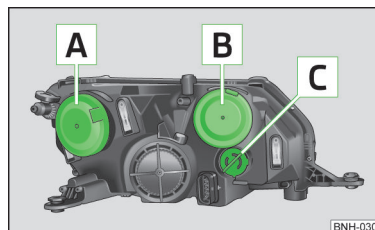

Fig. 149
Disponerea becurilor cu incandescentă » fig. 149
- Scoateți capacul de protecție **A** » fig. 149 la pagina 169.
► Așezați capacul de protecție **A** » fig. 149 la pagina 169.
- Scoateți capacul de protecție **B** » fig. 149 la pagina 169.
- Așezați capacul de protecție **B** » fig. 149 la pagina 169.